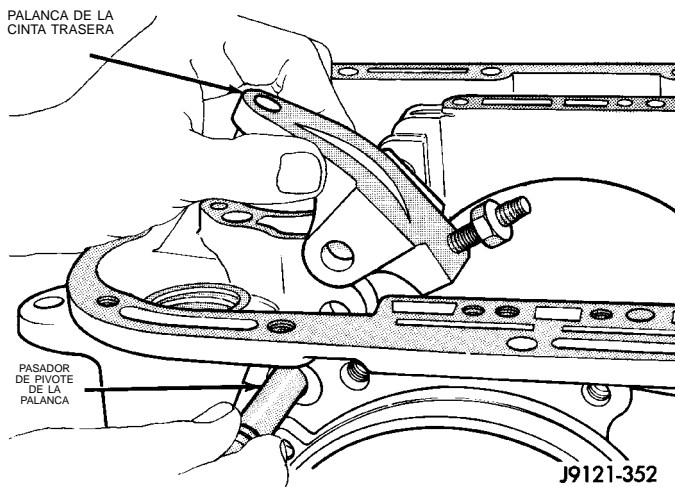

Fig. 124 Instalación de la palanca y el pasador de pivote de la cinta trasera
(8) Instale la palanca y el pasador de pivote de la cinta trasera (Fig. 124). Alinee la palanca con los orificios para pasadores en la caja y presione el pasador de pivote para introducirlo en su lugar.